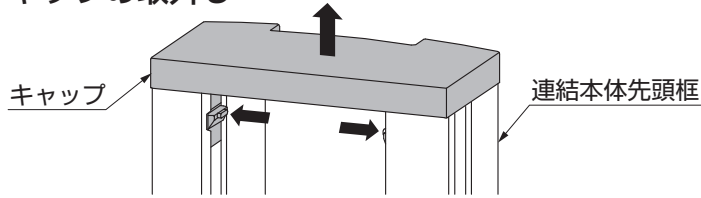

図5-1
- ① 連結本体先頭框のキャップの突起部を押して、上に引上げてはさしてください。(図5-1参照)
(2) 両開用角地部品と連結本体の組付け